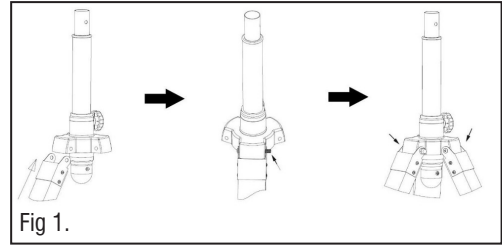

Fig 1.
3.2.1.2. Heg die metaaldeel van die houtdriepootpoot aan die driepoothouer (Fig. 1), lyn die gate op en